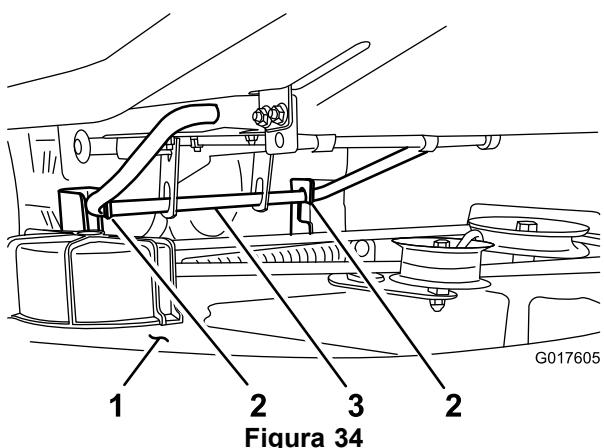

Figura 34
- Eleve la carcasa del cortacésped, desenganche las pletinas de suspensión de la varilla de elevación trasera, y baje el cortacésped con cuidado al suelo (Figura 34).
- Eleve la parte trasera de la carcasa del cortacésped y coloque las pletinas de suspensión sobre la varilla de elevación trasera (Figura 34).